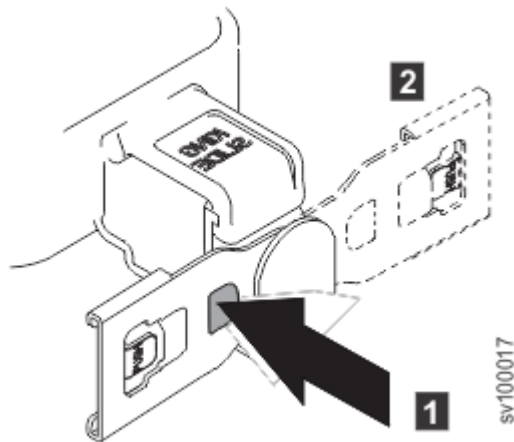

Figure 27. Inversion de l'orientation du bras
a) Appuyez sur le bouton "PUSH" (Figure 27, à la page 25).